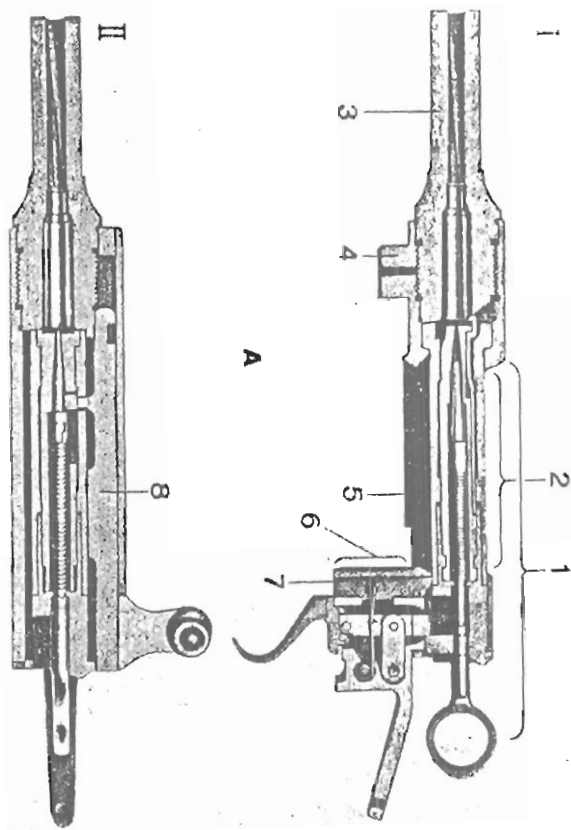

Fig. 6 A. mq. mod. 31
- la boîte à culasse (fig. 6 et 7) avec l'arrêt de culasse ;
- l'appareil de détente (fig. 6 et 7) avec détente, tige de détente et ressort. Le ressort de détente du mq. 31 actionne également l'éjecteur ;